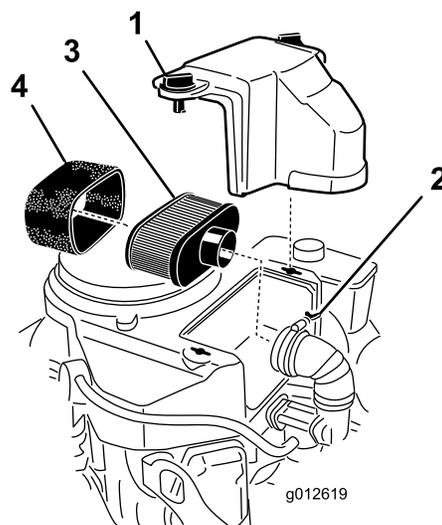

Figura 33
3. Pulite l'area intorno al filtro dell'aria per evitare che la morchia possa penetrare nel motore provocando gravi danni (Figura 33).
4. Svitare le manopole del coperchio e togliete il coperchio del filtro dell'aria (Figura 33);
5. Svitare la fascetta stringitubo e togliete il gruppo filtro dell'aria (Figura 33).
6. Togliete con cautela l'elemento in schiuma sintetica dall'elemento di carta (Figura 33).
1. Pulite l'elemento di carta battendolo leggermente per rimuovere la polvere. Se risulta molto sporco, sostituitelo con uno nuovo (Figura 33).
Non pulite il filtro di carta. Sostituitelo dopo 200 ore di servizio (Figura 33). Controllate che l'elemento non sia strappato, non presenti strati untuosi, e che la tenuta in gomma non sia danneggiata.
1. Infilate con cautela l'elemento in schiuma sintetica sopra l'elemento di carta del filtro dell'aria (Figura 33).
2. Montate il gruppo filtro dell'aria sulla relativa base o flessibile e fissatelo (Figura 33).
3. Montate il coperchio del filtro dell'aria e serrate le manopole del coperchio (Figura 33).